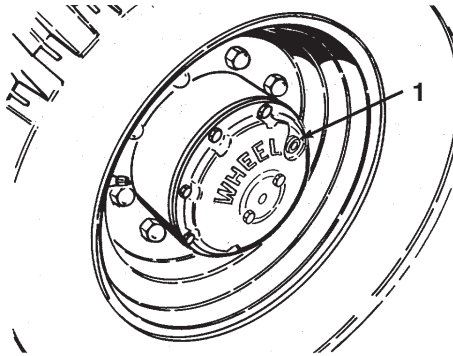

Bild 54
1. Stellen Sie die Maschine auf eine ebene Fläche. Stellen Sie das Rad, sodass sich die Prüf-/Ablassschraube (Bild 54) entweder in der 3-Uhr- oder der 9-Uhr-Stellung befindet.
3. Wenn das Öl abgelaufen ist, stellen Sie das Rad, sodass sich das Schraubenloch in der 3- oder 9-Uhr-Stellung befindet (Bild 54).